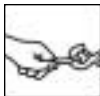

Figura 2
7. NUNCA USE EL CABRESTANTE CON MENOS DE 5 VUELTAS DE CABLE DE ALAMBRE EN EL TAMBOR DE CABRESTANTE, ya que el sujetador del extremo del cable de alambre NO RESISTIRÁ la carga. El cable de alambre de su cabrestante X9 tiene un «indicador de advertencia» rojo en cada extremo. El «indicador de advertencia» del extremo del cabrestante le advierte que el cable de alambre está en la vuelta 5 o cerca de ella. El «indicador de advertencia» del extremo del gancho del cable de alambre le advierte que el gancho está acercándose al cabrestante. SIEMPRE USE LA PROTECTORA PARA MANOS cuando guíe el cable de alambre hacia adentro o afuera (ver la Figura 2). Al usar su cabrestante, la pintura roja se desgastará con el uso normal. Cuando esto suceda, renueve la pintura roja ya que ésta es una característica de seguridad del cabrestante.